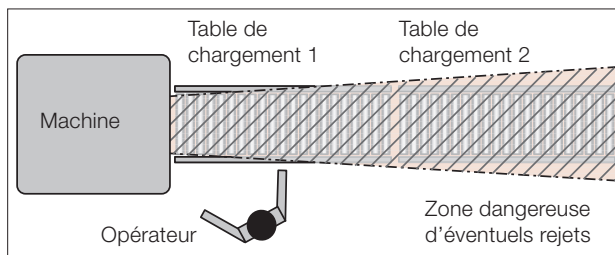

Figure 3
- 8 La position de service (figure 3) est-elle hors de la trajectoire des éventuels rejets (pièce, éclat, outil, etc.)?